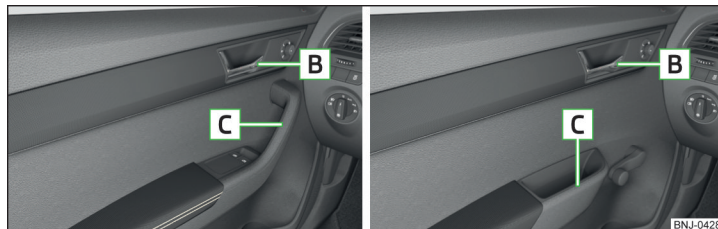

Fig. 48 Leva di apertura della porta - variante 1 / variante 2
- Per l'**apertura dall'interno** tirare la leva di apertura della porta **B** » fig. 48 e spingere la porta allontanandola da sé.